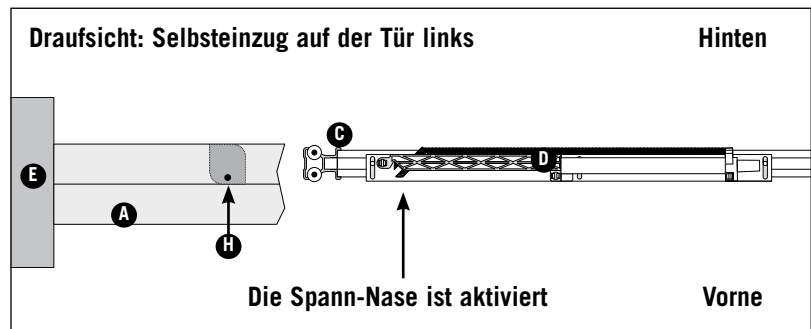

Bild 9 ▲
**Der Selbstzug (D) auf der Tür (C) ist links montiert. Der Mitnehmer (H) zeigt nach vorne.** (Bild 9).